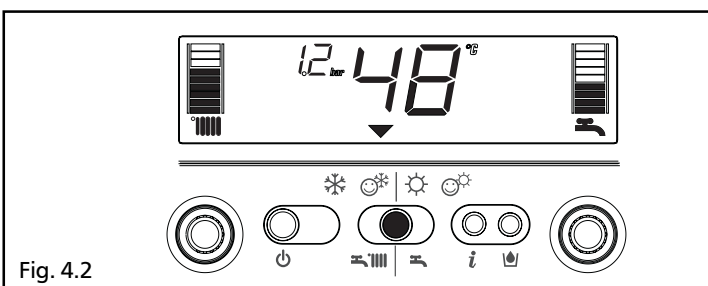

Fig. 4.2
- alimentare elettricamente la caldaia. All'alimentazione la caldaia provvede ad eseguire una sequenza di verifica, sul display si visualizzano una serie di cifre e lettere. Se la verifica si è conclusa correttamente, dopo circa 4 secondi dalla fine del ciclo, la caldaia è pronta per funzionare. Il display si presenterà come in fig. 4.2.